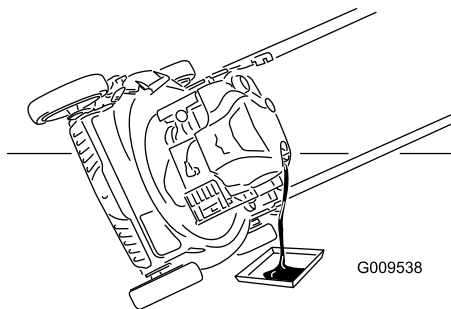

Рисунок 25
3. Для слива отработанного масла через маслозаливной патрубкок переверните машину набок воздушным фильтром вверх (Рисунок 25).